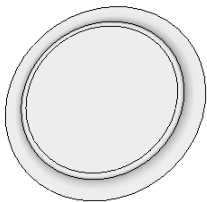

图 7-118 修改后的“Boss-Extrude”特征
5) 在“Fillet2”属性管理器中更改圆角半径数值为 10.00mm, 如图 7-117 所示。单击“确定”按钮, 修改后的“Boss-Extrude1”特征如图 7-118 所示, 执行“文件”→“保存”菜单命令保存成形工具。